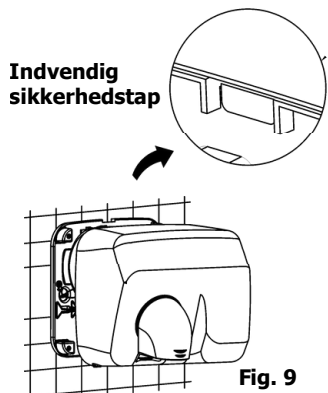
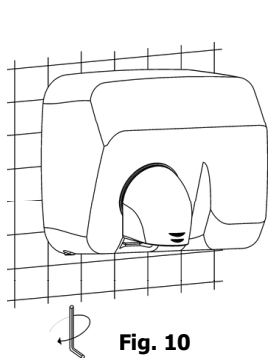

Fig. 9
Fig. 10
- Fastgør den indvendige sikkerhedstap øverst (se fig. 9) Skru nu de 2 indvendige låseskruer mod urets retning - anvend den medfølgende specialnøgle til låseskruerne er skruet helt "ud" dvs. mod kabinettets inderflade (se fig. 10)